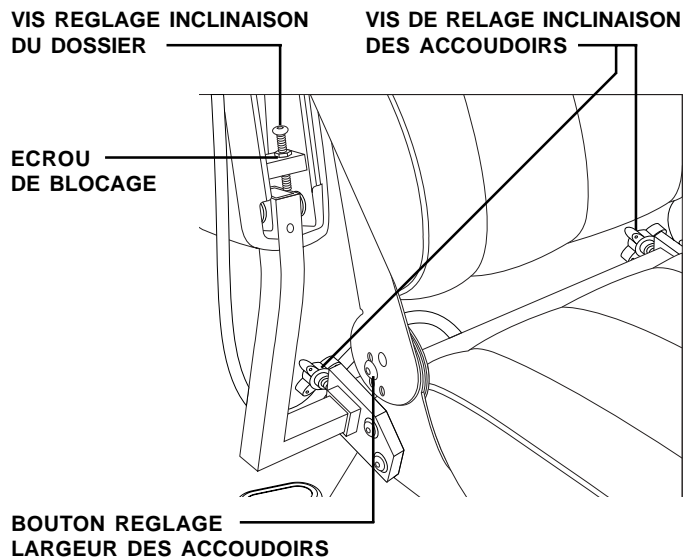

Fig. 13. Réglages accoudoirs/dossier
1. Retirez les vis de réglage des deux pentures à l'aide d'une clé hexagonale de 3/8-po. Voir la figure 13.
1. Localisez les deux boutons sur le support d'accoudoirs. Voir la figure 13.
2. Desserrez l'écrou hexagonal 7/16 po. Voir la figure 13.
Votre fauteuil est équipé de roulettes antibascule à ressort qui montent et descendent pour éviter de rester accroché aux obstacles. De plus, elles sont reliées aux roues motrices de façon à réagir aux déplacements du centre de gravité, augmentant ainsi stabilité et sécurité. Voir la figure 13.